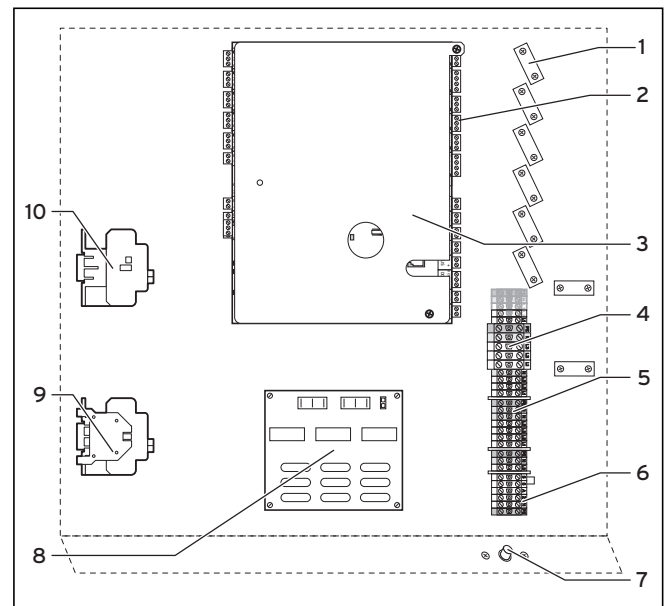

Abb. 7.4 Elektro-Schaltkasten
Legende zu Abb. 7.4
- Montieren Sie die Platine des Anlaufstrombegrenzers (→ **Abb. 7.4, Pos. 8**), wie in dessen Anleitung beschrieben, unterhalb des Elektroschaltkastens der Inneneinheit.
- Schließen Sie den Anlaufstrombegrenzer entsprechend dessen Anleitung an die Klemmen (1) an.